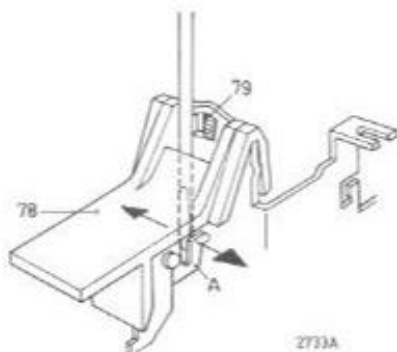

Fig. 10
- Instellen door lip A naar links of naar rechts te verbuigen (zie Fig. 10).